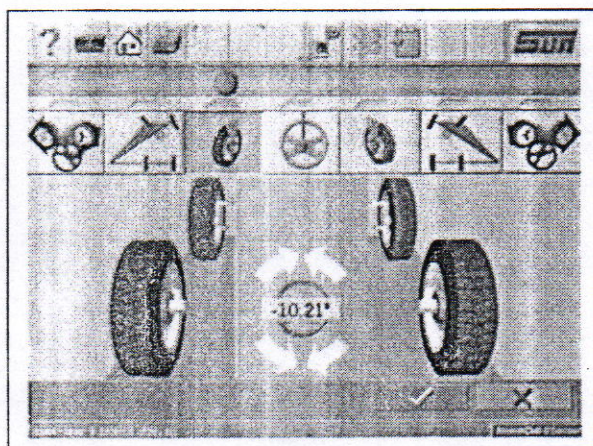

Рис. 4. Экран проведения измерений
7. Проведение измерения углов установки колес. При проведении измерений УУК необходимо поворачивать управляемые колеса, ориентируясь на значки на экране (рис. 4).